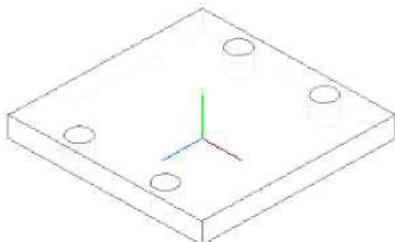

Рис. 7.26
2. Для создания остальных трех отверстий воспользуемся командой Массив по сетке с параметрами: Количество по первой оси - 2, Шаг - 40; Количество по второй оси - 2, Шаг - 74; Угол раствора - (-90°) (рис. 7.26).